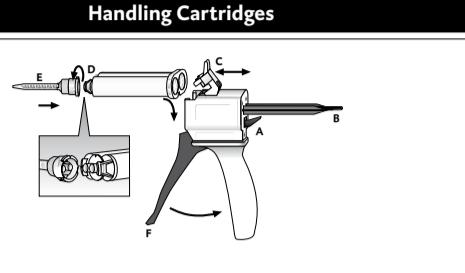

Fig.1
- Den Hebel [Fig. 1, Pos. A] an der Rückseite des Automix-Dispensers nach oben drücken und den Schieber [Fig. 1, Pos. B] vollständig zurückziehen.
- Kunststoffriegel [Fig. 1, Pos. C] nach oben klappen, die Kartusche einsetzen und mit dem Kunststoffriegel [Fig. 1, Pos. C] arretieren.
- Kartuschenkappe [Fig. 1, Pos. D] oder benutzte Mischkanüle nach Drehung um 90° gegen den Uhrzeigersinn abziehen und verwerfen.
- Neue Mischkanüle [Fig. 1, Pos. E] aufsetzen.
- Das Material durch Betätigen des Hebels [Fig. 1, Pos. F] am Automix-Dispenser in der Mischkanüle mischen und direkt applizieren.
- Kunststoffriegel [Fig. 1, Pos. C] nach oben klappen, die Kartusche entfernen und mit dem Kunststoffriegel [Fig. 1, Pos. C] arretieren.